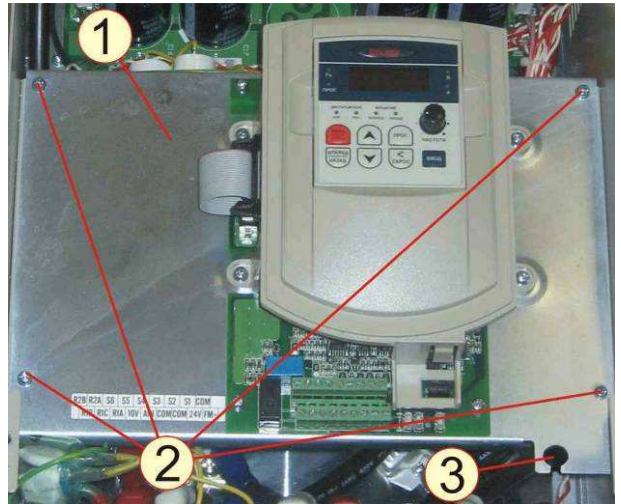

Рисунок 7.8
7.5.1 Установить панель пульта в сборе 1 на кронштейны боковин ПЧ, вкрутить четыре винта 2 (рисунок 7.8).